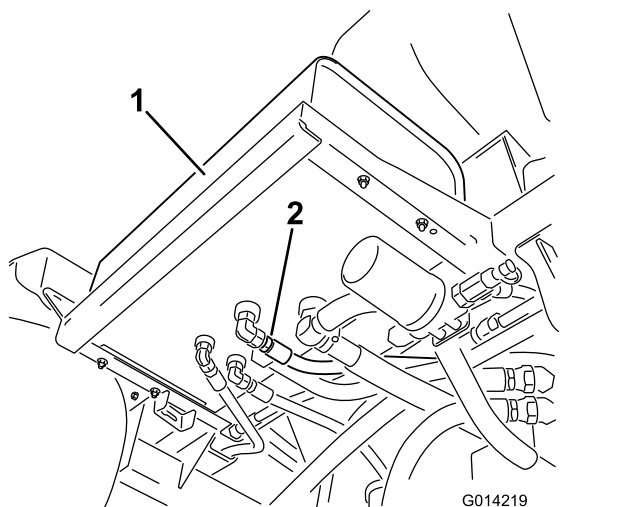

Figure 93
2. Nettoyez la surface autour d'un raccord de flexible hydraulique au bas du réservoir d'huile hydraulique (Figure 93).
4. Débranchez le raccord de flexible du réservoir et vidangez l'huile dans le bac de vidange (Figure 93).